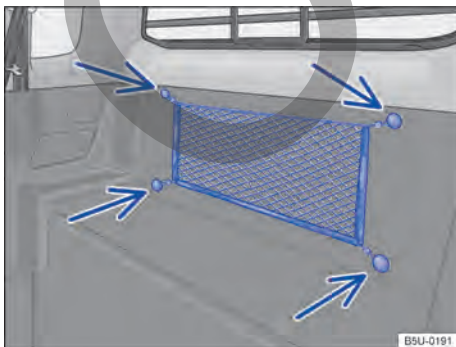

Fig. 171 En el compartimento interno de equipaje: red para cargas livianas.
- Sujetar los ojales de la red en los fijadores → fig. 171 (flechas) existentes en el compartimento de equipaje.